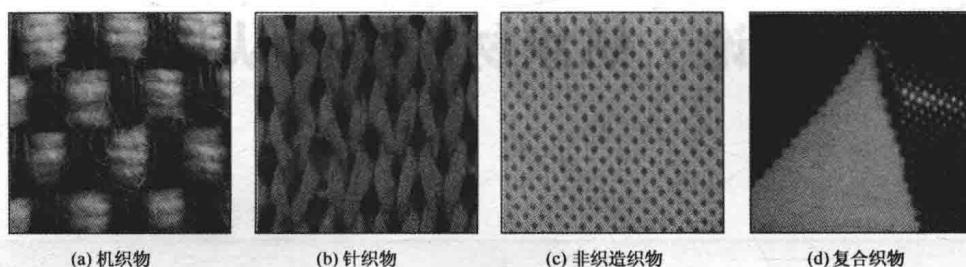

图 1-3 织物
(3) **织物** 用纺织纤维粘结和纱线织造而成的片状物体。按生产方法分为机织物、针织物、非织造织物和复合织物四类(图 1-3)。